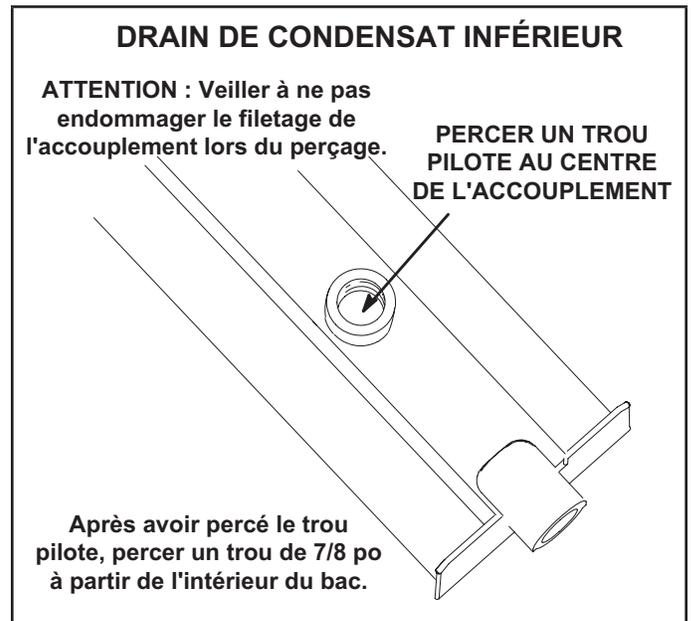

FIGURE 7
- 6 - Retournez le bac de drainage et percez un trou pilote à travers le fond du bac de drainage au centre du raccord. Reportez-vous à la FIGURE 7.